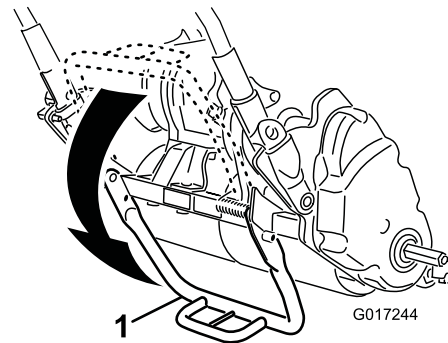

Bild 17
1. Treten Sie den Ständer mit dem Fuß nach unten und ziehen Sie die Holmstütze nach oben, bis sich der Ständer nach vorne über der Mitte gedreht hat (Bild 17).